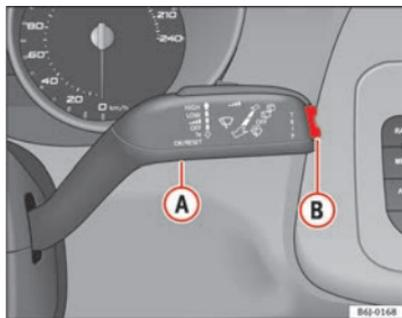

Abb. 31 Scheibenwischerhebel: Taste A und Wipptaste B
- Bei eingeschalteter Zündung kurz die Taste \Rightarrow Abb. 31 **A** am Scheibenwischerhebel betätigen, um zwischen den beiden Speichern zu wechseln.